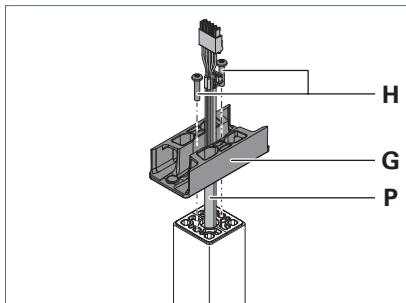

Fig. 5: Monter l'adaptateur sur le bras vertical.
- ▶ Faites passer les câbles **P** par le bas dans l'adaptateur **G** et placez l'adaptateur sur le bras vertical, voir Fig. 5.